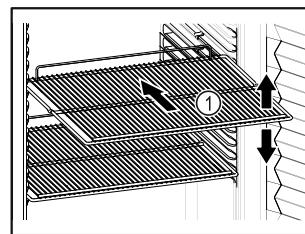

Fig. 59 Приблизне відображення
- ❑ Якщо решітки для зберігання Fig. 59 (1) знімні, відрегулювати по висоті.